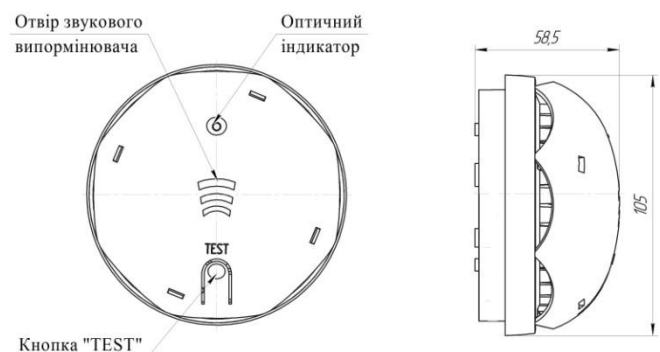

Рис. 1 Загальний вигляд сигналізатора
3.4 Загальний вигляд сигналізатора приведений на рис. 1.